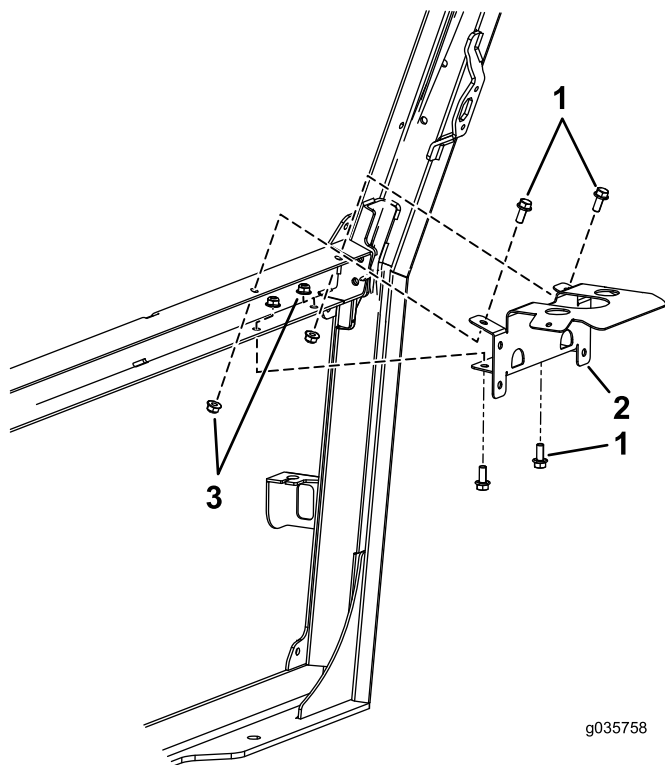

Figura 6
1. Instale o suporte na estrutura utilizando quatro parafusos (5/16" x 3/4") e quatro porcas (5/16"), como se mostra na Figura 6.